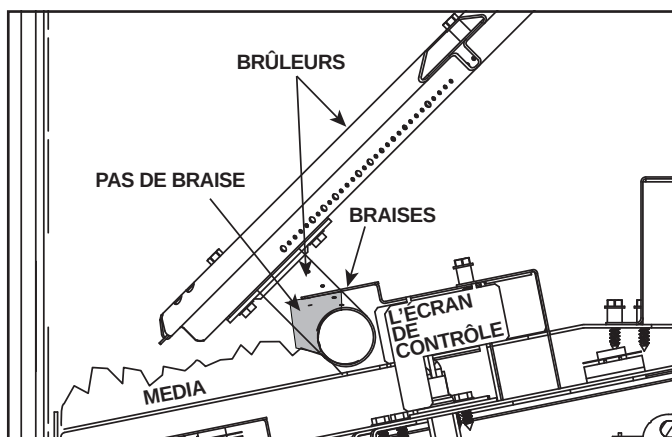

Figure 20 Braises interdites - Vue de côté
- Les braises ne sont pas autorisées dans la zone grise indiquée sur la figure 20. Le non-respect de cette procédure peut entraîner des problèmes d'allumage.